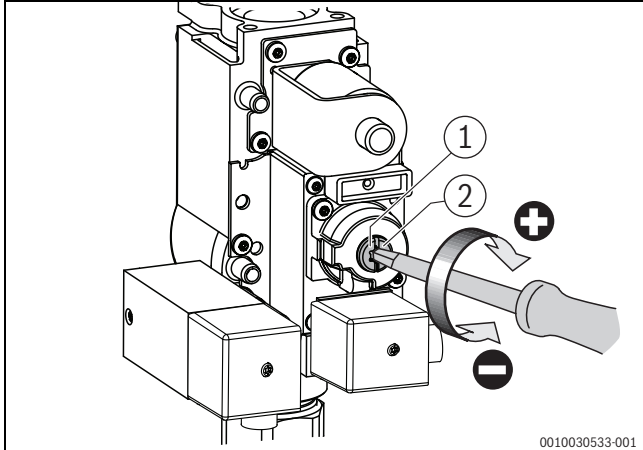

Bild 3 CO₂-Gehalt bei Teillast einstellen (Kesselgröße 75 – 100 kW)
- ▶ Verschlusssschraube an der Gasarmatur herausdrehen (→Bild 3).
- ▶ CO₂-Wert an der Teillast-Einstellschraube auf 10,2 % einstellen (→Bild 3).